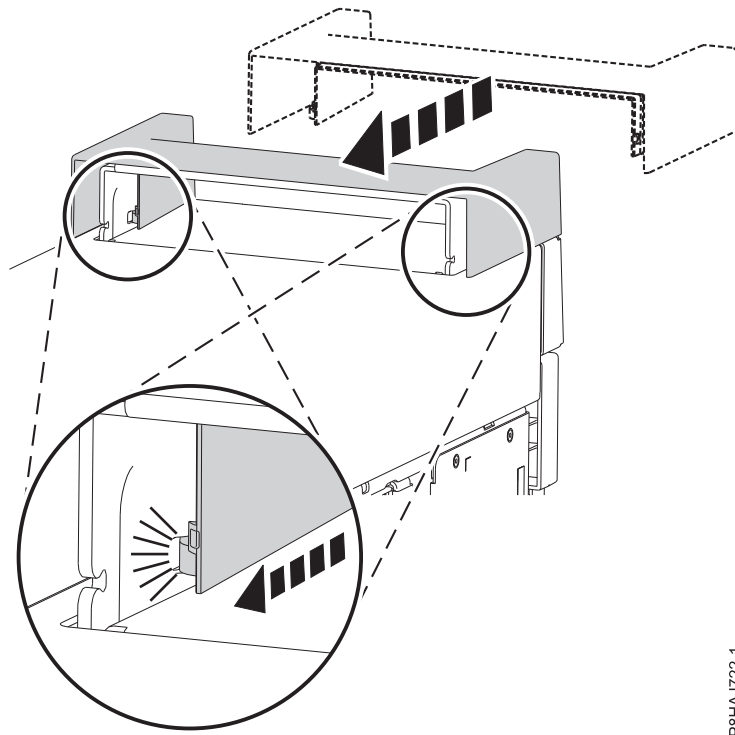

図 18. 8286-41A スタンドアロン・システムへのハンドル・カバーの固定
1. ハンドル・カバーを、システムの後部方向へスライドさせて内部 RDX ドッキング・ステーション (FC EUA3) に固定します。図 18 を参照してください。